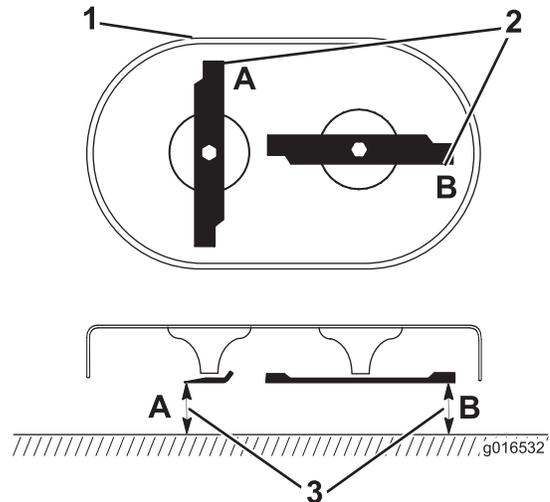

Figure 43
1. Tournez les lames à la position indiquée à la Figure 43.
2. Mesurez la distance entre une surface plane et le tranchant aux points **A** et **B**, (Figure 43), et notez les deux dimensions.
3. Faites tourner les points de sorte que leurs extrémités opposées soient aux points **A** et **B** (Figure 43).